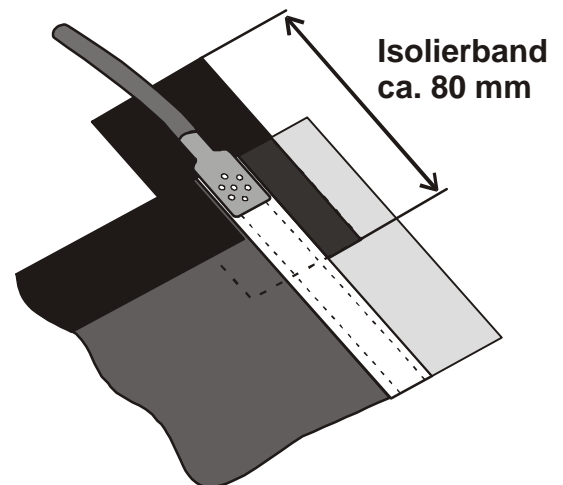

Abb. 4: Abdecken der Klemmverbindung
4. Überprüfen Sie, ob die Lötverbindung von einwandfreier Qualität ist und decken Sie die Lötstelle analog Abb.4 mit Isolierband ab.